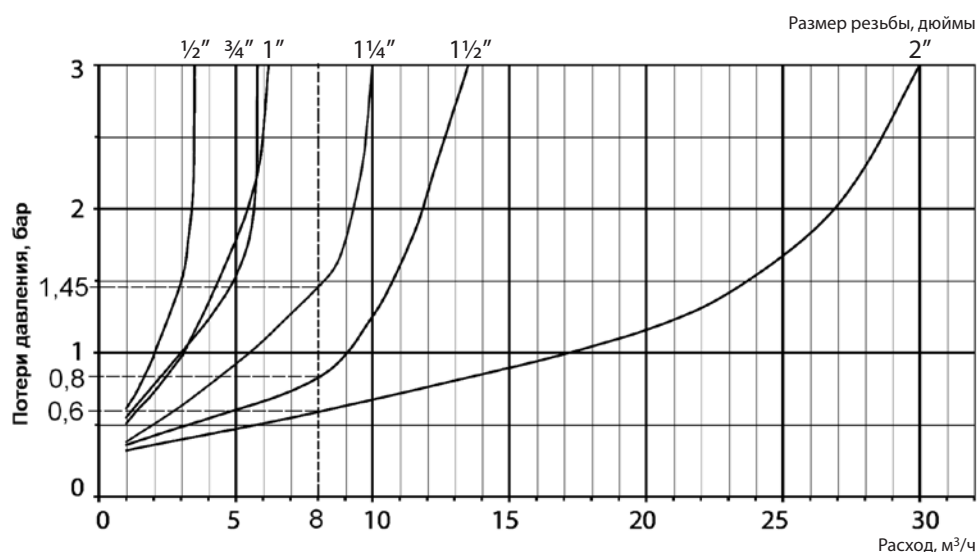

Рис. 2
- 2) выбрать условный проход клапана редукционного 7BIS (рис. 2).
Падение давления в каждом случае зависит от условного прохода клапана и расхода среды через клапан и может быть определено по диаграмме на рис. 2;
1. Проверка применения по давлению до клапана и требуемому давлению после клапана (рис. 2)
Рабочая точка, соответствующая указанным давлениям, лежит внутри области применения (рис. 2).